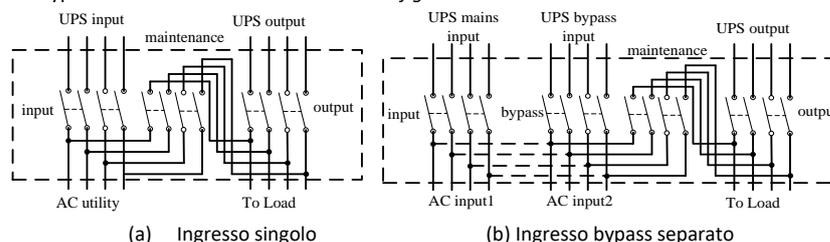

Fig. 6-1: Bypass di manutenzione esterno
4. Se il cabinet necessita di manutenzione è richiesto un interruttore bypass di manutenzione esterno. Se quest'ultimo è disponibile, chiuderlo e aprire l'interruttore d'ingresso esterno e l'interruttore di uscita esterno. Si può così procedere alla manutenzione del cabinet. Si raccomanda di installare l'interruttore bypass di manutenzione esterno come in *fig. 6-1*: